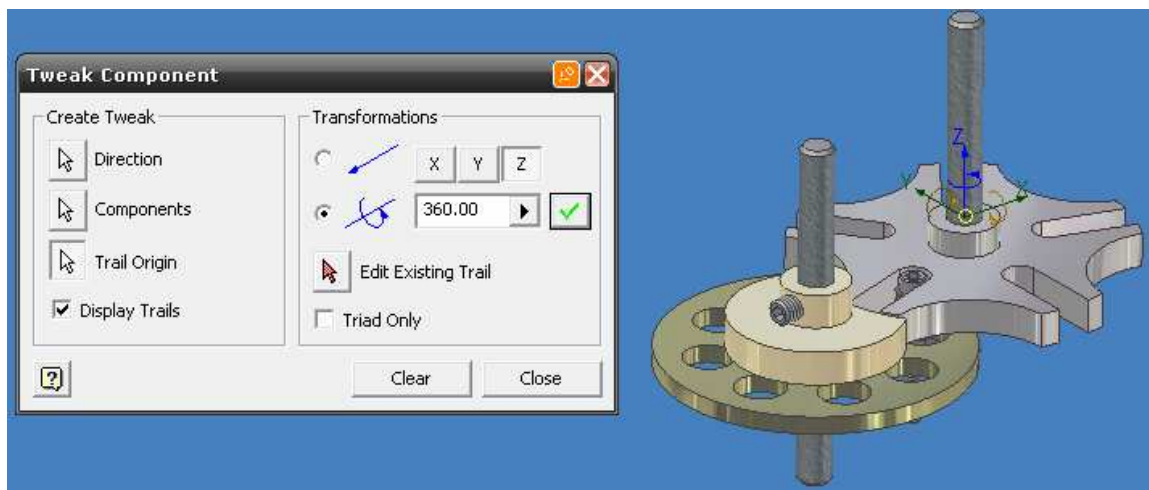

Figura 5.19 *Movimiento rotacional sobre su propio eje.*
- 5.-Seleccione el componente a aplicar este movimiento, mediante COMPONENTS (componentes), figura 5.19.